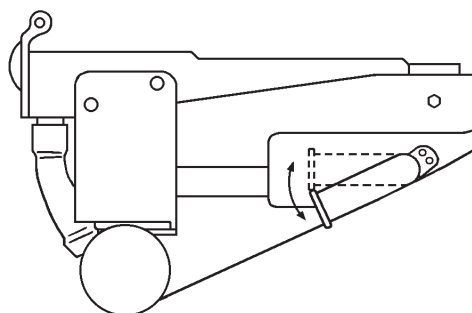

Fig. 2
- 4) Mettre le tuyau de vidange du réservoir d'eau en position de vidange. Voir Fig. 2.